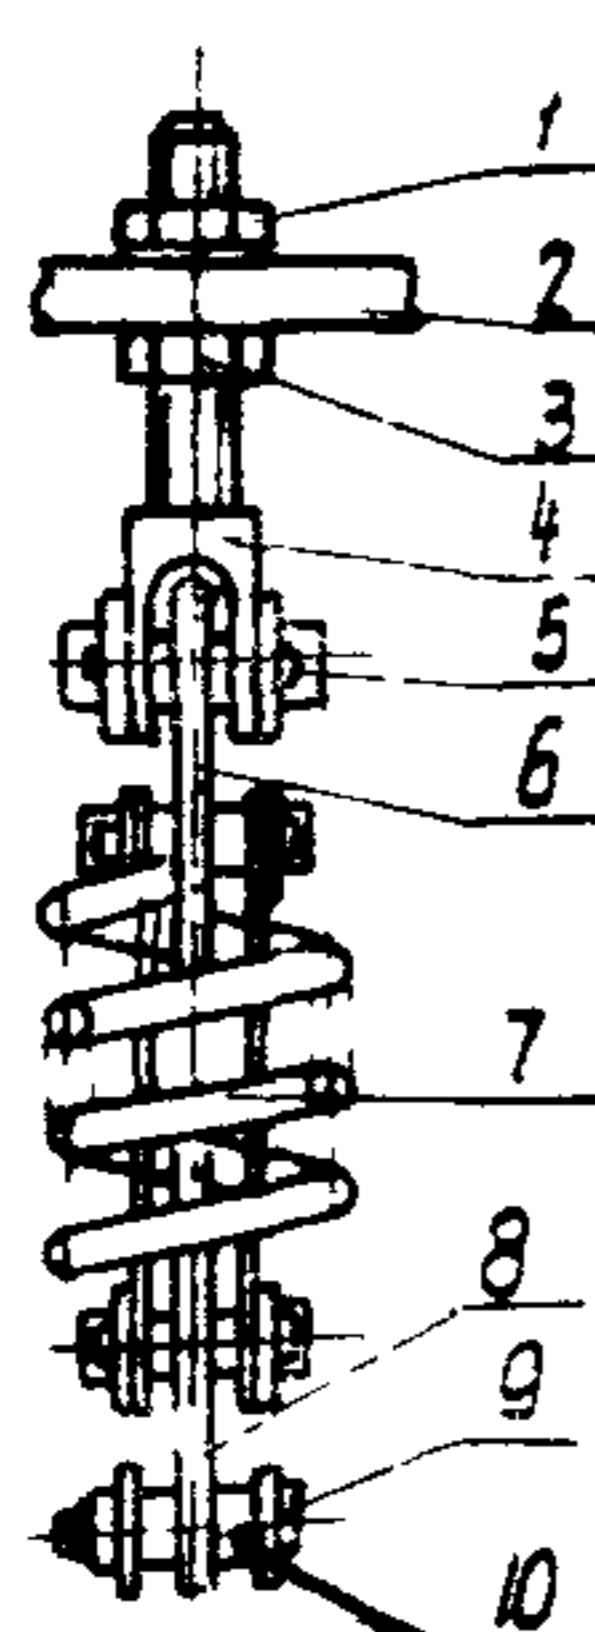

Рис.32. Пружиный буфер выключателя:
24.1. Соединить буферную пружину с рычагами вала выключателя с помощью оси 9 (предварительно смазав ее смазкой), установив между рычагами вала и пружинодержателем 8 втулки 10 согласно рис.32.
24.5. Навинтить на ушки отключающих и буферной пружин гайки 2 и 3 (см.рис.32) и установить ушки в отверстия рамы 2 согласно рис.20 и 32.
24.8. Затянуть гайки на ушке 4 (рис.32) буфера, обеспечив ход буфера согласно данным на бирке или по ранее сделанным замерам (см. операцию 15).